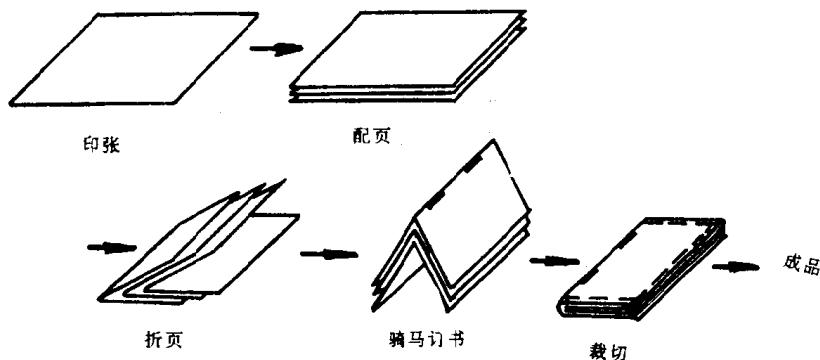

图 1-6 骑马订工艺流程(b)
a. 印张→配页→折页→订书→切书→成品。(如图 1-6 所示)